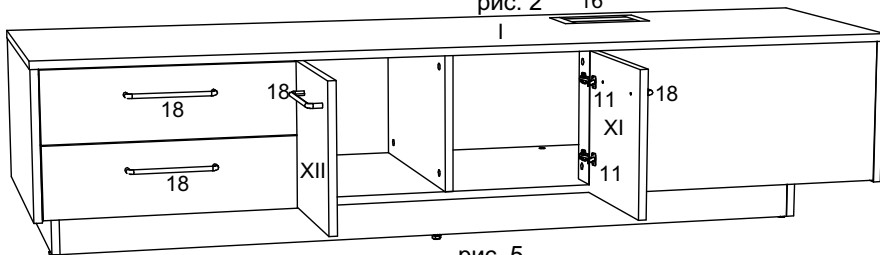

рис. 5
- Установить ящики на направляющие в корпусе и поставить на фасады ручки (18) при помощи винтов M4x40(4), навесить дверки (XI, XII) и поставить на них ручки (18) при помощи винтов M4x22 (5)(рис. 5). В прямоугольное отверстие в топе (I) установить удлинитель с розетками (16).